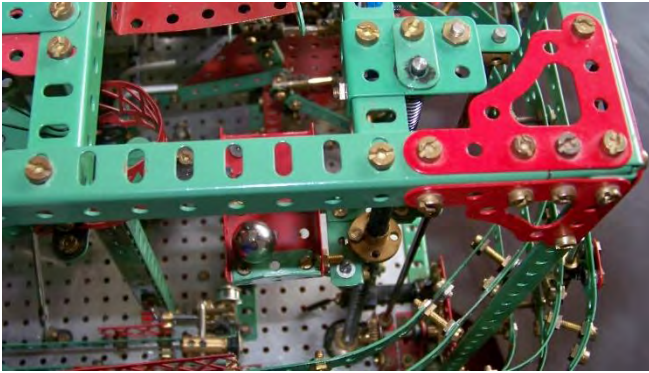

Abbildung 15
– gleichzeitig berührt die Gondel dabei den Taster – und sie oben abzuwerfen in die Bahn, die zurück an die Vertikal-Förderkette führt (Abbildung 15).